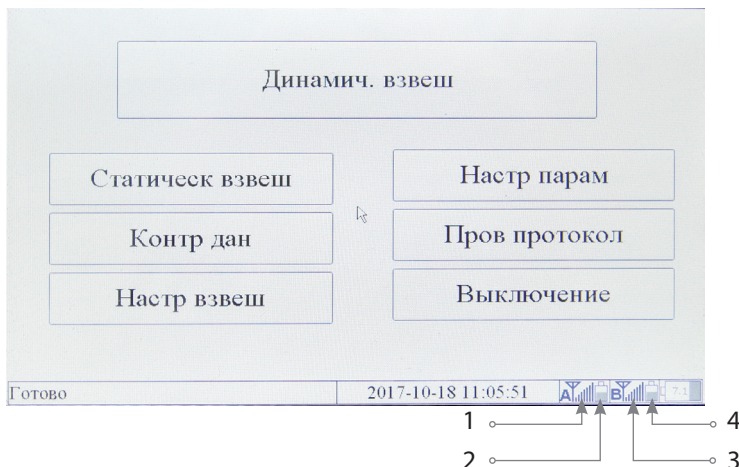

Рисунок 4.
Наличием связи платформа – МБУ будет индикация см. Рисунок 4 поз. 1, 3.
- 5.4.2 Уровень заряда аккумуляторов отображаются значками в правом нижнем углу дисплея. См Рисунок 4.